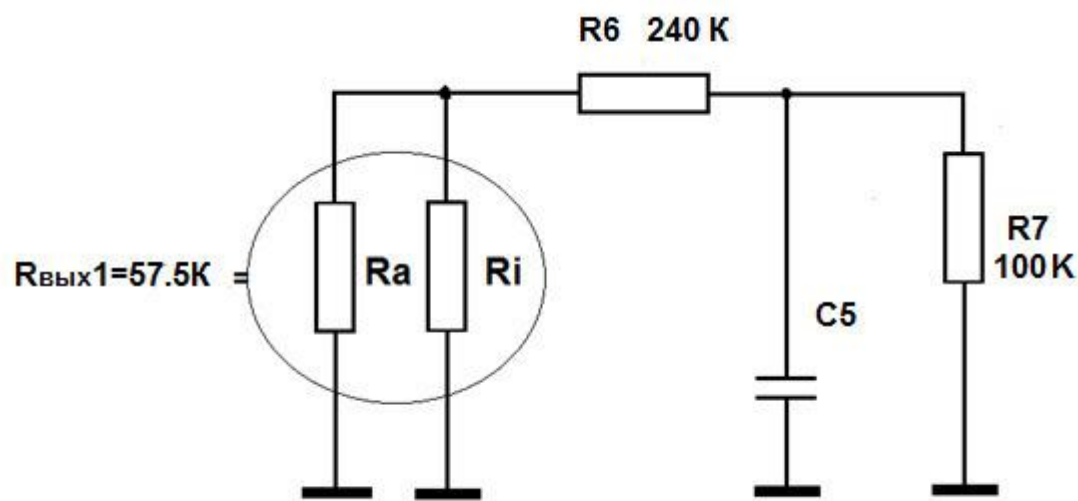

Рис.23. Эквивалентная схема для расчета цепи коррекции τ_1 .
1.Расчет (приводится по эквивалентной схеме) цепи формирования $\tau_1=50\text{мкс}$, приведенной на рис.23. Сопротивления известны, осталось рассчитать емкость конденсатора C5 по формуле: $C5= \tau_1 /R_{\text{экв}}$, где $R_{\text{экв}} = (R_{\text{вых}}+R6) R7/ (R_{\text{вых}}+R6+R7)$